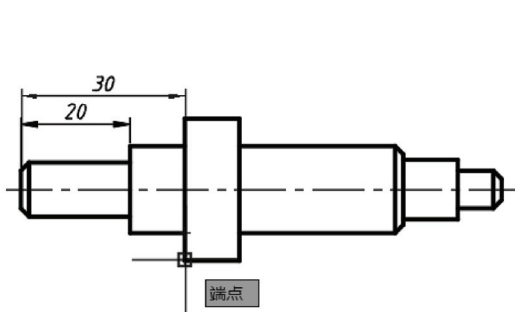
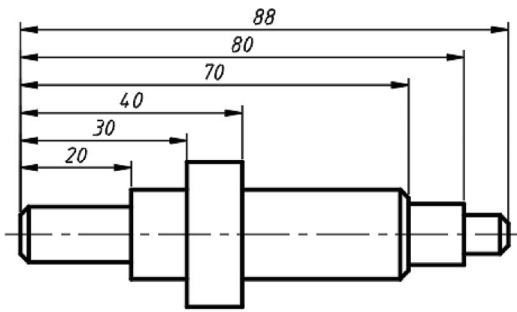

图 8-36 指定第二条尺寸界线原点
图 8-37 创建基线标注的结果
- 3 单击“基线”按钮 ，在图形中选择图 8-36 所示的端点作为第二条尺寸界线原点，再依次选择端点 4、端点 5、端点 6 和端点 7，按两次〈Enter〉键结束命令，完成创建基线标注的结果如图 8-37 所示。